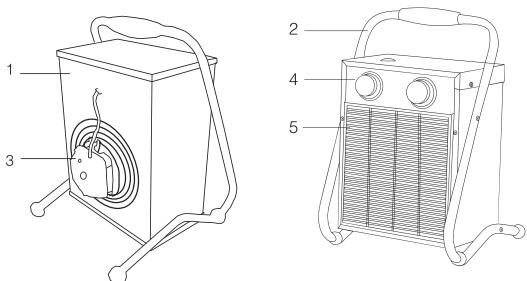

Рис. 1. Устройство прибора
Несущая конструкция тепловентилятора (см. рис. 1) состоит из корпуса (1) и подставки-ручики (2). Вентилятор (3) расположен в задней части тепловентилятора. Блок управления смонтирован на шасси, расположенном в верхней части корпуса под крышкой. Органы управления вынесены на переднюю панель (4). Внутри корпуса расположены трубчатые электронагревательные элементы, закрытые с лицевой стороны тепловентилятора решеткой (5). Воздушный поток, втянутый вентилятором в корпус, проходя между трубчатыми электронагревательными элементами, нагревается и подается в помещение через решетку.